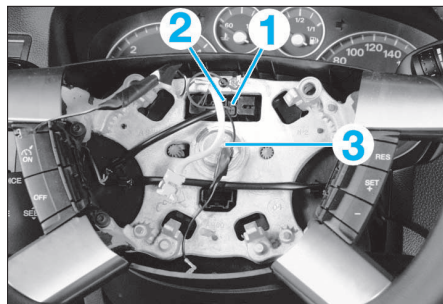

FIG. 3
- Débrancher les connecteurs de masse (1) et du régulateur de vitesse (2) (si équipé) (Fig.3).
- Déposer la vis de fixation du volant de direction (3).